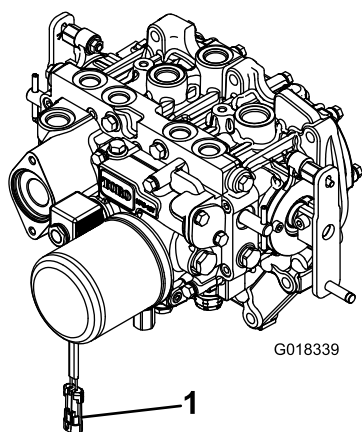

Figura 4
2. Para evitar que se engrane accidentalmente el embrague de la TDF, desconecte el conector eléctrico del arnés de cables del conector de la bobina de la válvula del solenoide de la TDF (Figura 4).
8. Después de conectar el otro extremo del árbol de transmisión al eje de la caja de engranajes del accesorio, conecte el conector eléctrico del arnés de cables al conector de la bobina de la válvula del solenoide de la TDF (Figura 4).